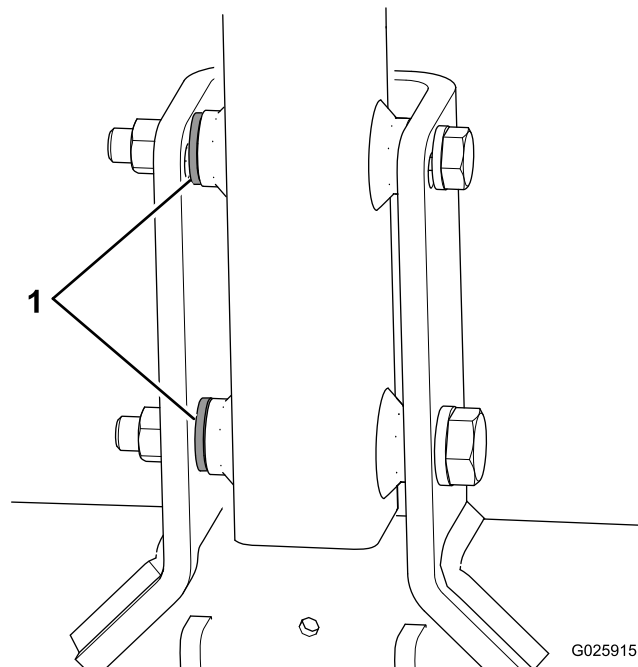

图5
- 如果您的机器每个螺栓都随附第 3 个垫圈，请把第 3 个垫圈用作挂钩与挂钩枢轴支架之间的隔片 (图5)。